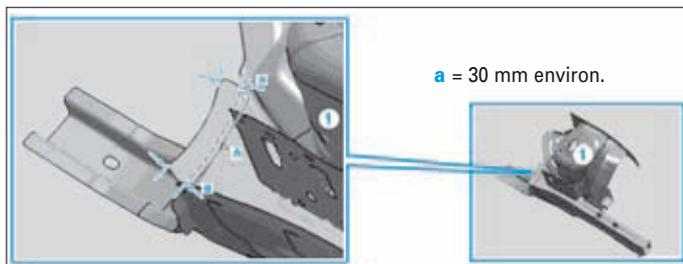

FIG. 30
- Tracer la ligne de découpe sur la pièce neuve (1) dans la zone (A) (Fig.30).
- Séparer le passage de roue avant (1) au niveau de la ligne de découpe.